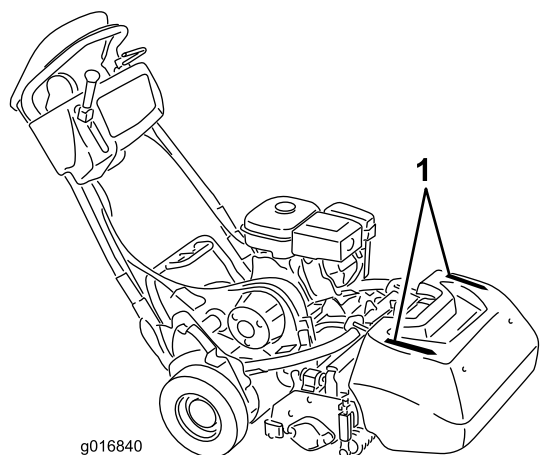

Рисунок 29
- Чтобы сохранять прямолинейное движение на протяжении всего грина и поддерживать одинаковое расстояние от края предыдущей скошенной полосы, используйте ориентирующие полосы на травосборнике (Рисунок 29).